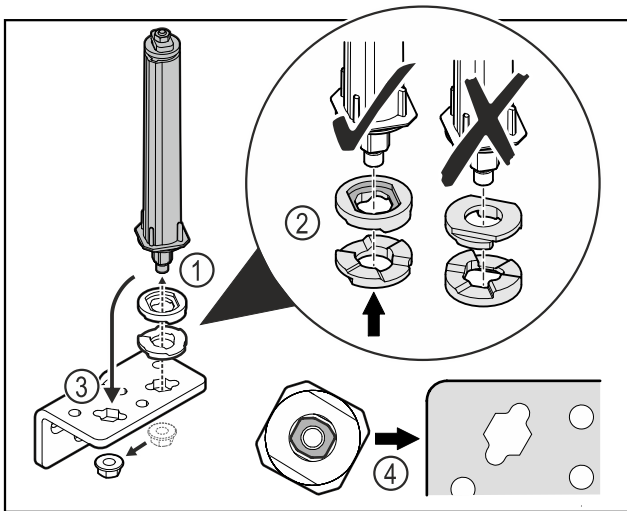

Fig. 20
- ▶ Povolte matici a odstraňte uzavírací systém dvířek Fig. 20 (1).
- ▶ Dbejte na správné vyrovnání výškově stavitelných podložek Fig. 20 (2).
- ▶ Přesaďte uzavírací systém dvířek v úhelníku závěsu a upevněte jej maticí Fig. 20 (3).
- ▶ Při nasazování dbejte na správné vyrovnání uzavíracího systému dvířek Fig. 20 (4).